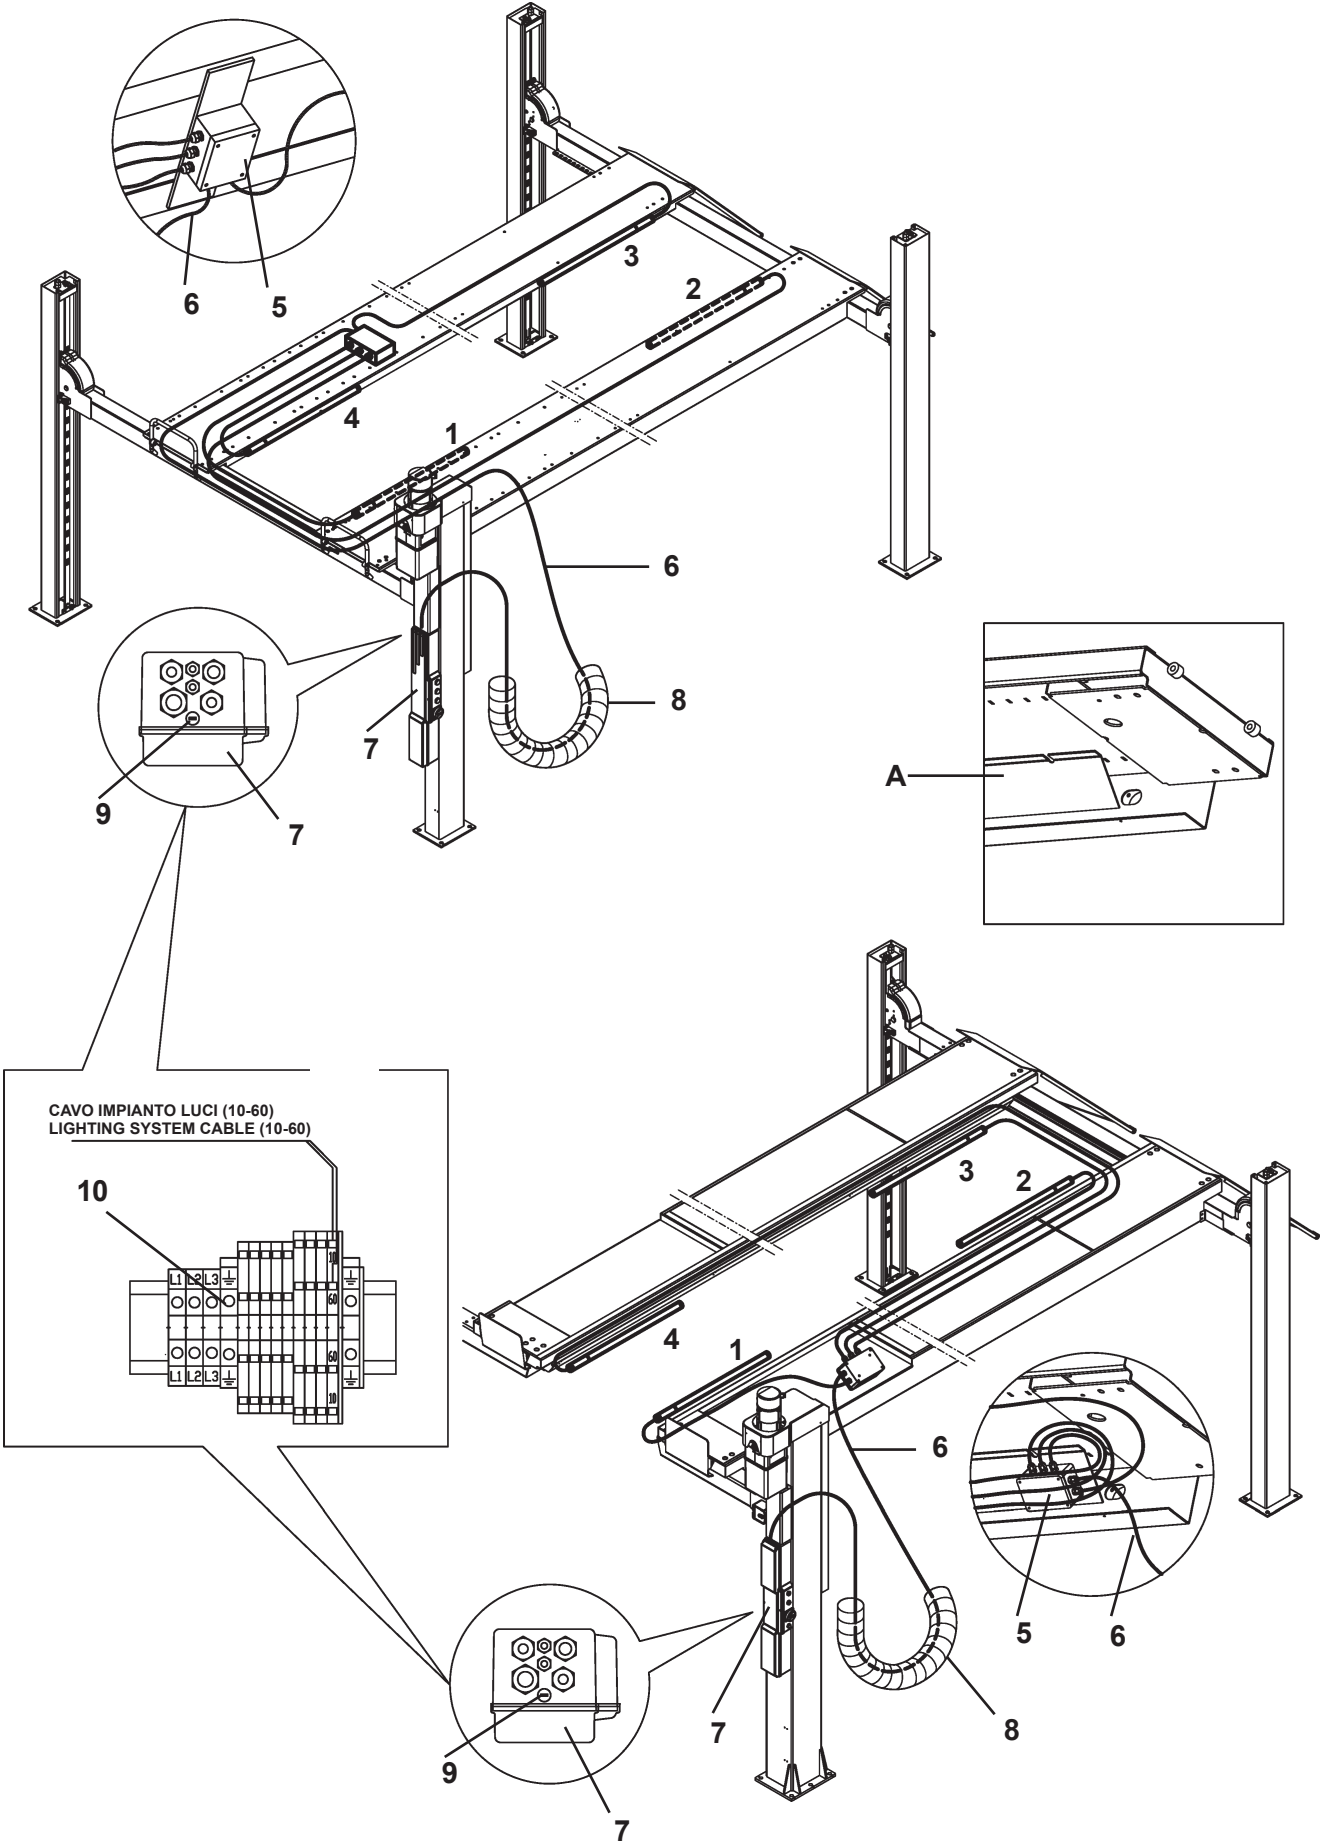

Fig.30
- A Fissare la scatola di derivazione (**5 Fig.30**) utilizzando la viteria fornita.
- B Montare i tubi illuminanti secondo la numerazione indicata in **Fig.30** avendo cura di posizionare le parti dotate di connessioni rivolte verso l'esterno del ponte per facilitare l'inserimento dei cavi nelle intercapedini **A** delle pedane.
- C Inserire il cavo elettrico (**6**) di collegamento tra la scatola di comando (**7**) e quella di derivazione (**5**), nella guaina portatubi (**8**); successivamente posizionare i cavi all'interno della pedana come indicato in **Fig. 30**.
- A Secure the connector block box (**5 Fig. 30**) with the supplied screws.
- B Install lighting tubes following the numbering in **Fig.30**; parts featuring connections should be pointing out for easier cable fitting into board cavities **A**.
- C Insert the cable (**6**) connecting the control box (**7**) with the connector block box (**5**) into the tube sheath **8** then position the cables into the board as shown in **Fig.30**.
- A Die Verbindungsdose mit den mitgelieferten Schrauben (**5 Abb.30**) befestigen.
- B Die Leuchtröhren unter Einhaltung der in **Abb.30** angegebenen Numerierung montieren, wobei die Teile mit Verbindungen nach Außen gerichtet werden sollten, um die Einführung der Kabel in die Zwischenräume **A** der Plattformen zu erleichtern.
- C Das elektrische Kabel (**6**), das den Steuerkasten (**7**) mit der Verbindungsdose (**5**) verbindet, in die Kabelhülle einfügen **8**, dann die Kabel auf den Plattformen, wie in **Abb.30** angegeben, verlegen.
- A Fixer la boîte de dérivation (**5 Fig. 30**) en utilisant les vis fournies.
- B Monter les tubes d'éclairage selon la numérotation indiquée **Fig.30** en prenant soit de positionner les parties dotées de branchements vers l'extérieur du pont afin de faciliter l'introduction des câbles dans les interstices **A** des chemins de roulements.
- C Introduire le câble électrique (**6**) de raccordement entre la boîte de commande (**7**) et la boîte de dérivation (**5**) dans la gaine porte-tubes (**8**), puis positionner les câbles à l'intérieur du chemin de roulement comme indiqué **Fig.30**.
- A Fijar la caja de derivación (**5 Fig.30**), utilizando los tornillos suministrados en dotación.
- B Montar los tubos luminosos según los números indicados en la **Fig.30**, prestando atención a posicionar las partes con conexiones hacia el exterior del elevador para facilitar la conexión de los cables en los intersticios **A** de las plataformas.
- C Introducir el cable eléctrico (**6**) de conexión entre la caja de mando (**7**) y la caja de derivación (**5**), en el tubo guarda-cables **8**. Luego posicionar el cable en el interior de la plataforma como se indica en la **Fig.30**